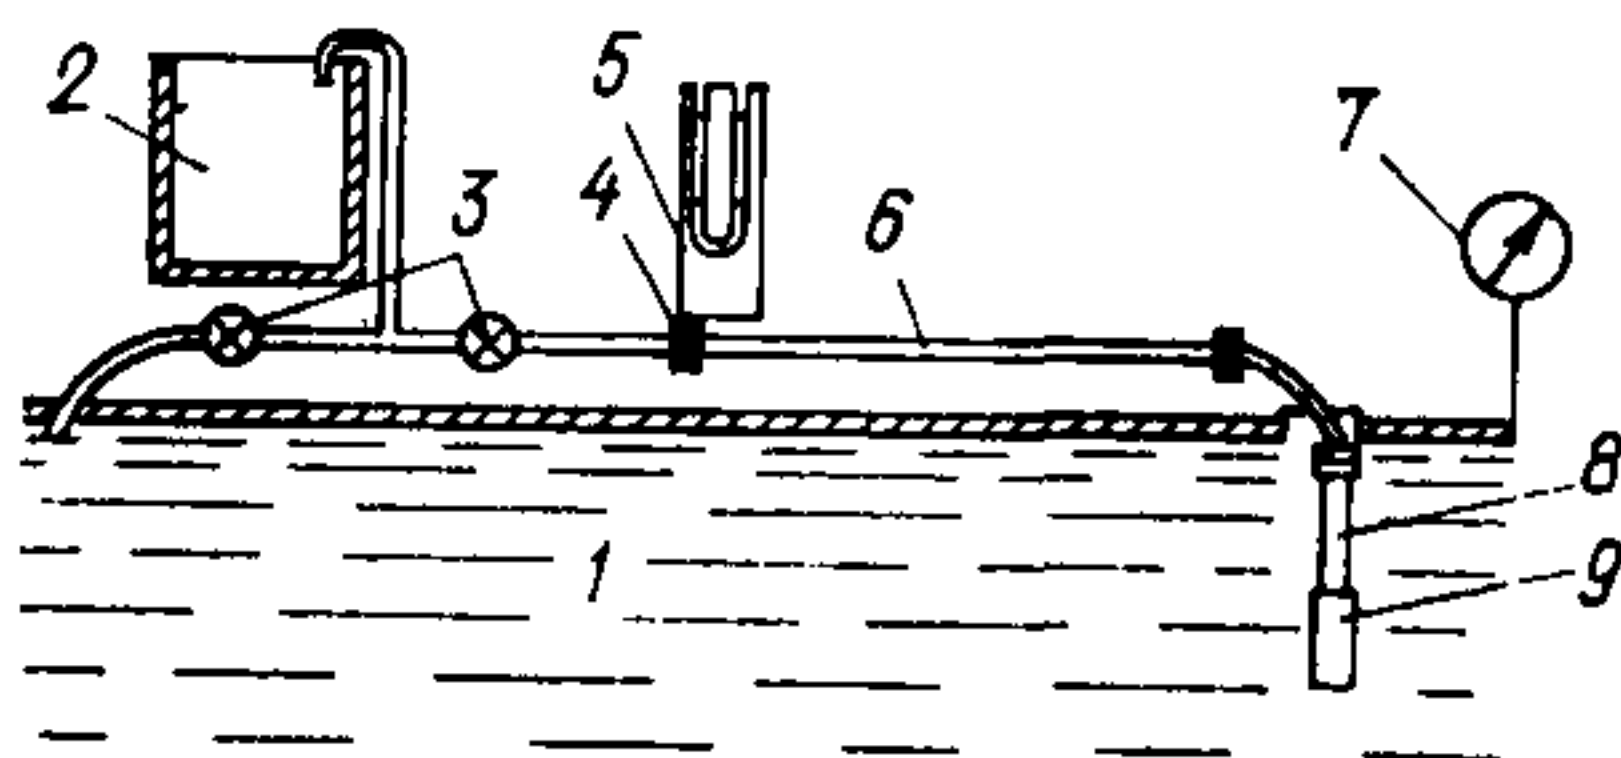

Рис. 7. Принципиальная схема испытательного стенда
19. Испытательный стенд с открытым бассейном (резервуаром), диафрагмой и мерным баком (рис. 7).